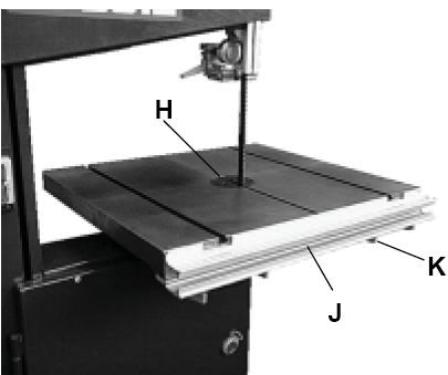
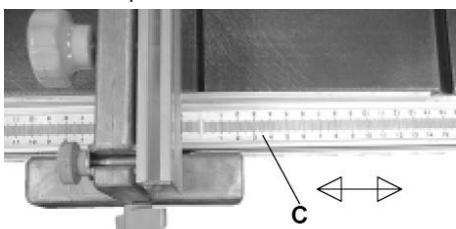

Рис. 4
Рис.11
- Встановіть пластикову вставку столу (H) у центр столу кутовою поверхнею донизу (Рис. 4).
- Аби встановити напрямну (J), прикріпіть її чотирма гвинтами з шайбами (K) до переднього краю столу (Рис. 4).
- Аби відрегулювати шкалу напрямної, послабте 4 гвинти (див. К, Рис. 4) під столом та посуньте шкалу та напрямну (C) у бік (Рис. 11).